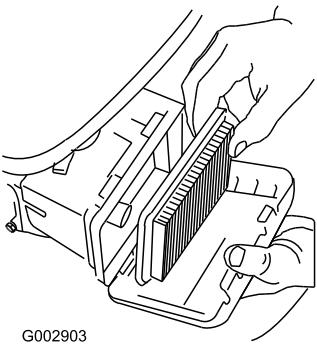

Figure 24
3. Retirez le filtre à air (Figure 24).